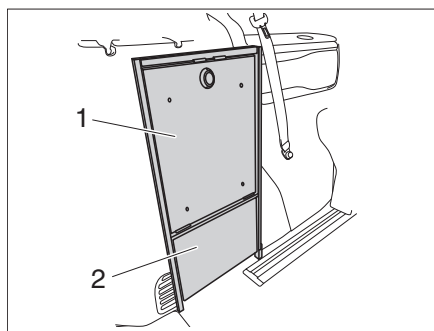
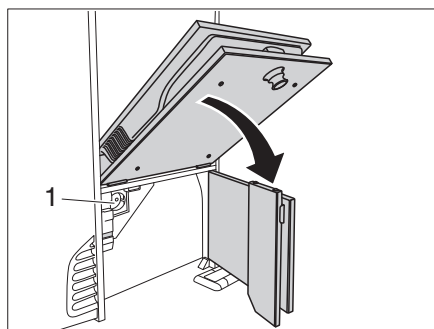

Figura 28 Trampilla de acceso
Figura 30 Trampilla de acceso del campo de cocción de inducción
El campo de cocción de inducción del VANSTER se encuentra debajo de la trampilla de acceso al campo de cocción de inducción (Figura 28,1) en el lado izquierdo del vehículo.
- Abrir la trampilla de acceso de la alimentación de corriente (Figura 28,2).
- Abrir y plegar hacia abajo (Figura 30) la trampilla de acceso del campo de cocción de inducción (Figura 28,1).
- Conectar el enchufe de red del campo de cocción de inducción a la toma de corriente (Figura 30,1).